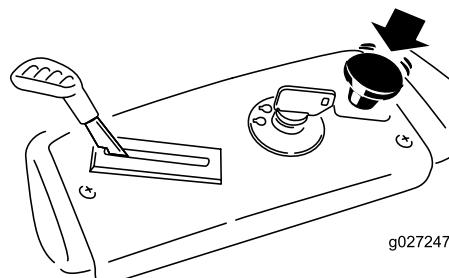

Figure 14
- Désengagez les lames en plaçant la commande des lames en position Désengagée (Figure 14).